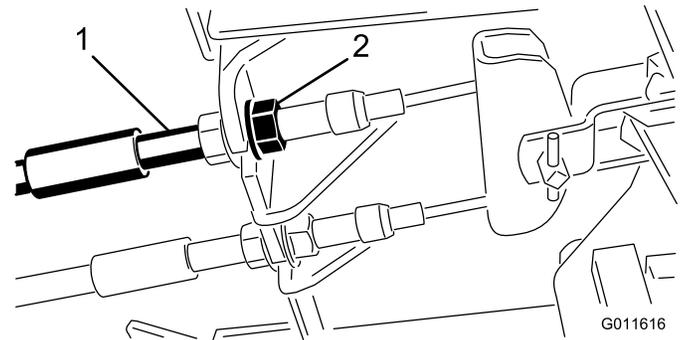

Figura 74
1. Para reducir la holgura de los pedales de freno, apriete los frenos aflojando la tuerca delantera del extremo roscado del cable de freno (Figura 74).